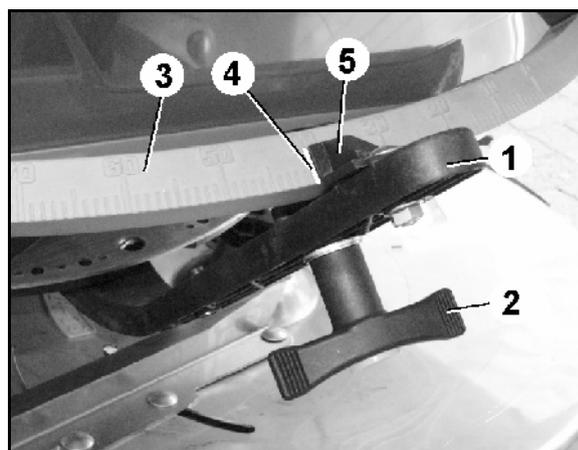

Fig. 64
Le réglage du débit s'effectue alors en fonction du tableau d'épandage par l'intermédiaire des leviers de réglage (Fig. 64/1).
2. Desserrez la vis à ailettes (Fig. 64/2).
3. Recherchez la position nécessaire du clapet sur l'échelle graduée (Fig. 64/3).
4. Positionnez l'arrête de lecture (Fig. 64/4) de l'index des leviers de réglage (Fig. 64/5) sur la graduation de l'échelle.
6. Serrez la vis à ailettes (Fig. 64/2).